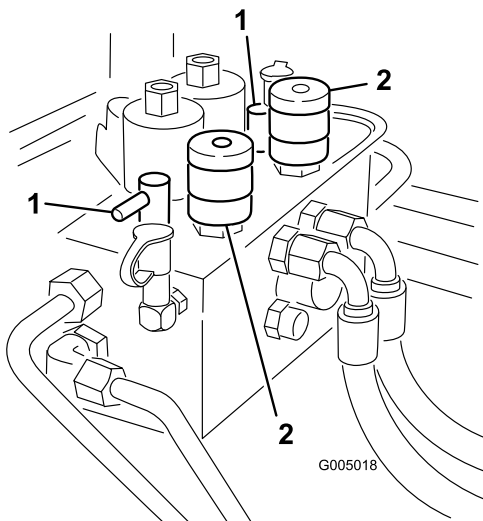

図 82
3. リール速度セクタとバックラップ・ノブ (図 82) を探し出す。バックラップ・ノブをバックラップ位置にセットし、速度ノブを「1」にセットする。